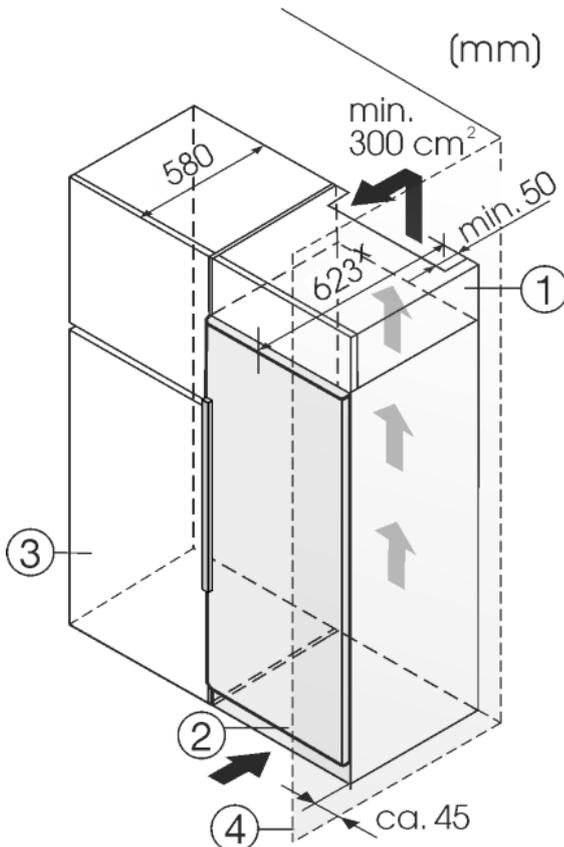

Fig. 8
Устройство может быть окружено кухонными шкафами. Чтобы уравнивать устройство Fig. 8 (2) по высоте с кухонной стенкой, можно установить над устройством дополнительный шкафчик Fig. 8 (1).
Если устройство установлено на шарнирах у стены Fig. 8 (4), то расстояние между устройством и стеной должно быть не менее 40 мм. Настолько выступает ручка при открытой дверце.